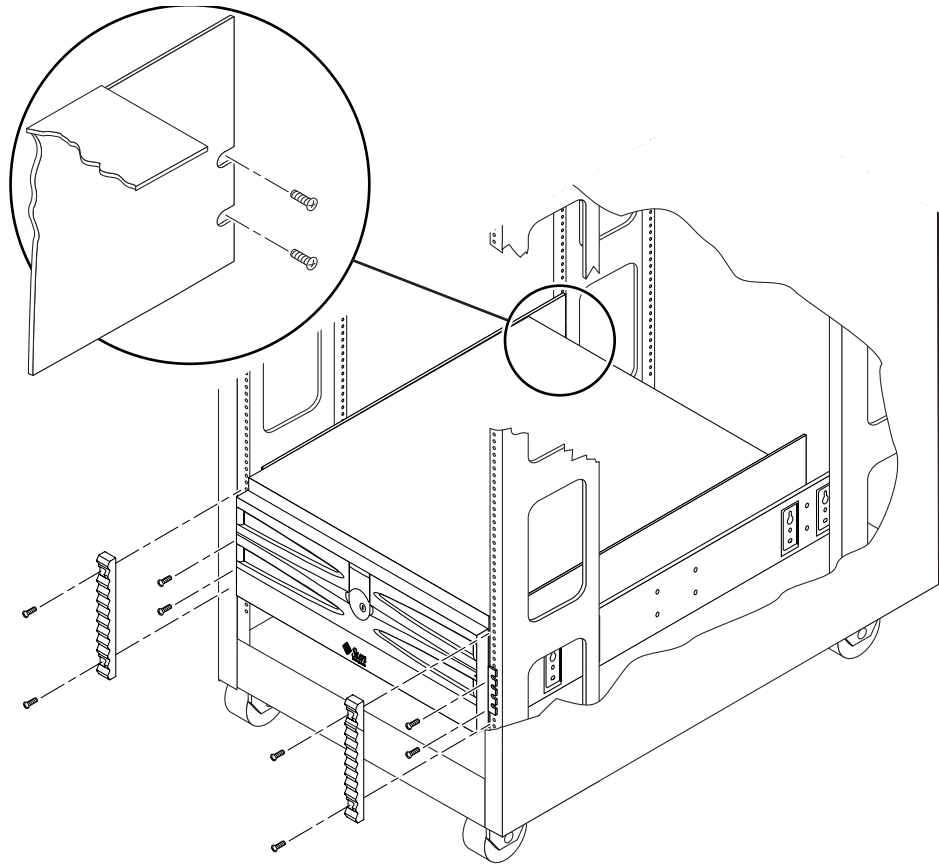

FIGURE 7 Installation des vis d'union du plateau et de fixation des bandes à l'armoire
La position des vis de fixation du plateau à l'armoire est visible sur la FIGURE 7.
6. Introduisez et serrez deux vis de 10-32 x 1/2" dans les trous indiqués et unissez l'arrière du plateau aux rails à l'arrière de l'armoire (FIGURE 7).
7. Introduisez et serrez deux vis de 10-32 x 1/2" pour fixer l'avant du plateau aux rails à l'avant de l'armoire (FIGURE 7).
- 8. Placez une bande du côté droit et une bande du côté gauche à l'avant de la baie de disques, puis introduisez et serrez les vis dans les trous correspondants des rails à l'avant (FIGURE 7).**
La FIGURE 7 montre les bandes appliquées après les vis d'union du plateau à l'avant de l'armoire.